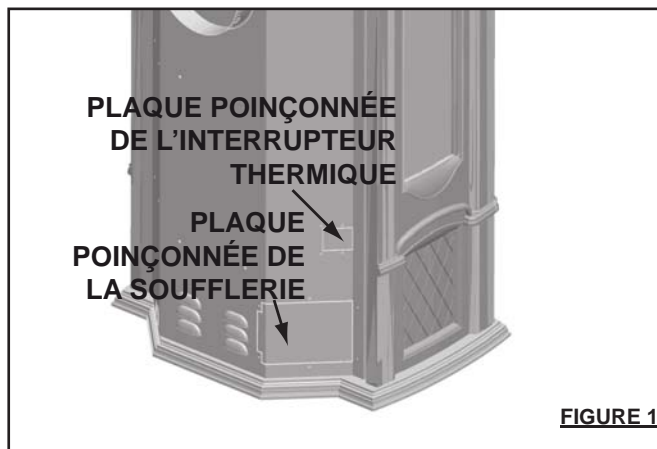

FIGURE 1
1. Retirez les plaques poinçonnées de la soufflerie et du thermodisque sur le panneau arrière. (FIGURE 1)